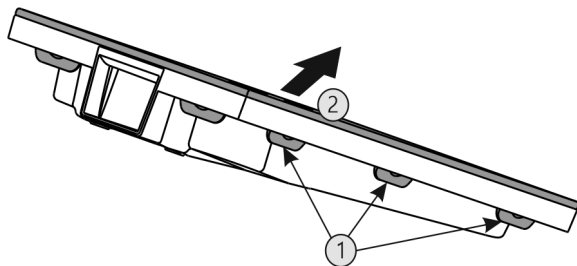

Fig. 52
- ▶ Alle lippen Fig. 52 (1) achtereenvolgens indrukken en de afdekking Fig. 52 (2) verwijderen.